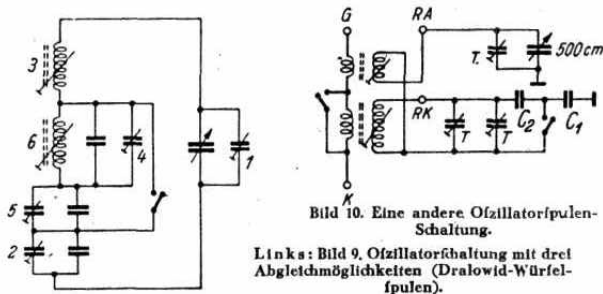

Bild 10. Eine andere Oszillatorspulen-Schaltung.
grundsätzlich folgende Reihenfolge eingehalten werden: Bei einer höheren Frequenz des Mittelwellenbandes (kleine Welle) wird der Trimmer (1) eingestellt (Skaleneichung!) und die Vorkreistrimmer nachgeregelt (günstige Frequenz etwa 1300 kHz); dann wird bei einer niedrigen Frequenz (längeren Welle) der Serienkondensator (2) so gestellt, dass die Eichung stimmt und die Vorkreisinduktivitäten abgeglichen (günstige Frequenz etwa 600 kHz). Schließlich wird bei einer mittleren Frequenz — unter leichtem Hin- und Herdrehen des Abstimmgriffs, um das Optimum zu suchen, mittels 3 die Oszillatorinduktivität nachgestellt. Da alle drei Regler untereinander abhängig sind, ist hier, genau wie bei den anderen Abgleicharten, der Abgleich an den einzelnen Punkten mehrfach zu wiederholen, bis sich keinerlei Verbesserung mehr feststellen lässt. Ganz ähnlich wird man bei der Oszillator-Schaltung nach Bild 10 bzw. 11 (vergl. FUNKSCHAU-Spulentabelle) vorgehen, wenn man, wie dort empfohlen, auch die Serienkondensatoren verstellbar macht.